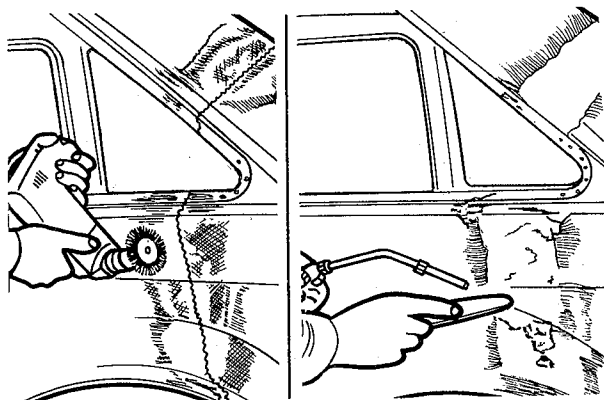

fig. 144
12. Lixar as costuras das uniões soldadas, e os furos preenchidos com solda e, a seguir, aplicar solda de enchimento — estanho — nas uniões da coluna "C" e painel traseiro (fig. 144)
13. Lixar as costuras das uniões soldadas e os furos preenchidos com solda; aplicar solda de enchimento — estanho (fig. 144)